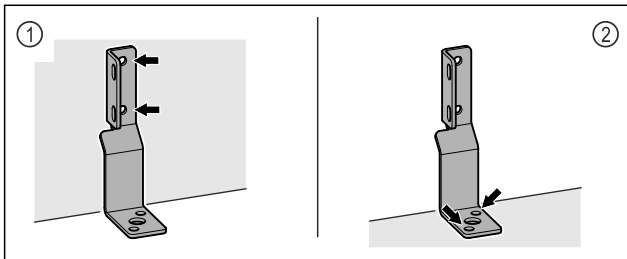

Fig. 6
- Kiinnitä kulma seinään Fig. 6 (1) tai lattiaan Fig. 6 (2).